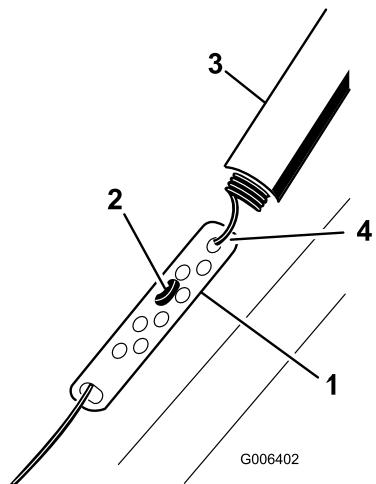

Рисунок 9
- Сдвиньте вверх крышку пружины и отсоедините пружину от регулировочного звена (Рисунок 9).
- Передвиньте Z-образный фитинг к верхнему или нижнему отверстию в регулировочном звене для того, чтобы обеспечить зазор между планкой управления и рукояткой, находящейся в пределах от 2 мм до 3 мм (Рисунок 9).